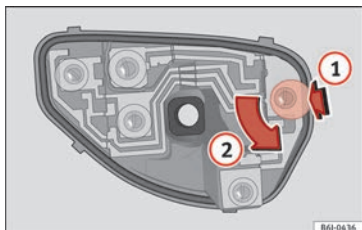

Fig. 197 Remplacement des ampoules des feux arrière.
- Une fois le support d'ampoules retiré, appuyez dans le sens de la flèche (1) et tournez simultanément dans le sens de la flèche (2) » fig. 197.